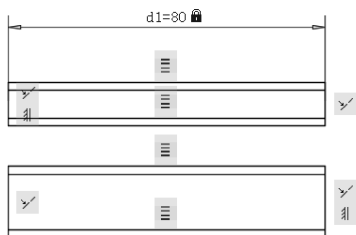

图 4-70 键 B18 × 80
绘制如图 4-70 所示的方头平键。
(6) 系统自动将长度调整为 80，最终结果如图 4-70 所示。